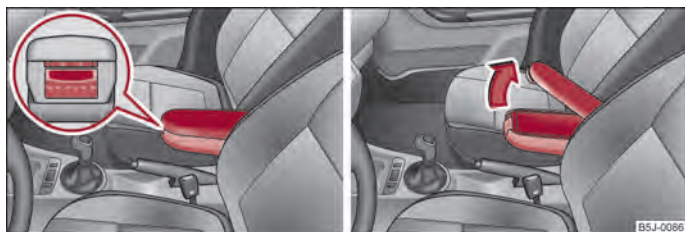

Fig. 73 Cotiera: Compartimentul de depozitare/Deschiderea compartimentului de depozitare
- Apăsați tasta inferioară de la partea frontală a cotierei ⇒ fig. 73 stânga. Rabatați cotiera în față și eliberați tasta.
- Apăsați tasta de sus și rabatați capacul compartimentului de depozitare în sus ⇒ fig. 73 dreapta.